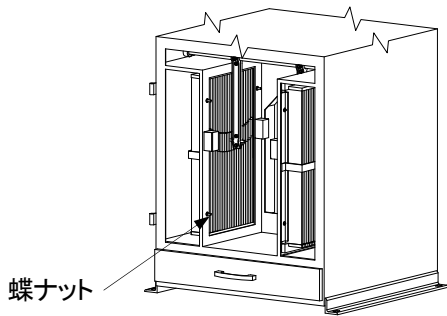
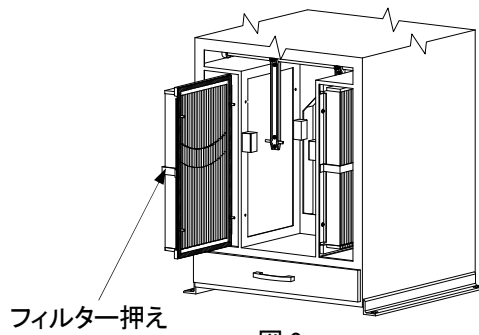
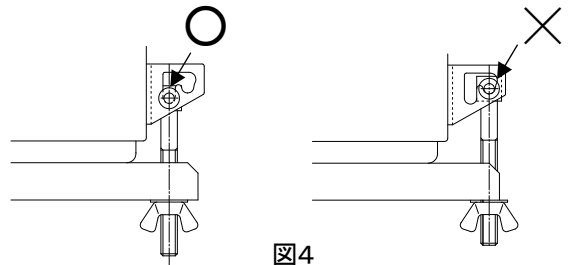

図 1
図 2
図 4
- ① シールアップボルトを緩めて外して前扉を開けてください。
- ② フィルターは左右1個ずつ、図1のように取り付けています。
- ③ 蝶ナットをゆるめ（片側4ヶ）、蝶ナットとワッシャーと取り外します。
- ④ フィルター押えとフィルターをセット状態のまま図2のように静かに外部へ引き出します。
- ⑤ フィルター押えとフィルターを分離させます。
- ⑥ フィルターの取付けは、上記と逆の手順で作業をおこなってください。
- ⑦ シールアップボルトを図4のように正しく掛け、しっかり締めて前扉をと閉じてください。